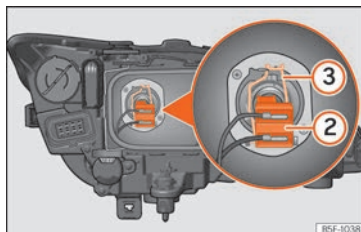

Fig. 107 Luz de cruce.
- Extraiga el conector » » » fig. 107 ② de la lámpara.
- Desenganche el resorte retentor » » » fig. 107 ③ presionándolo hacia dentro y a la derecha.